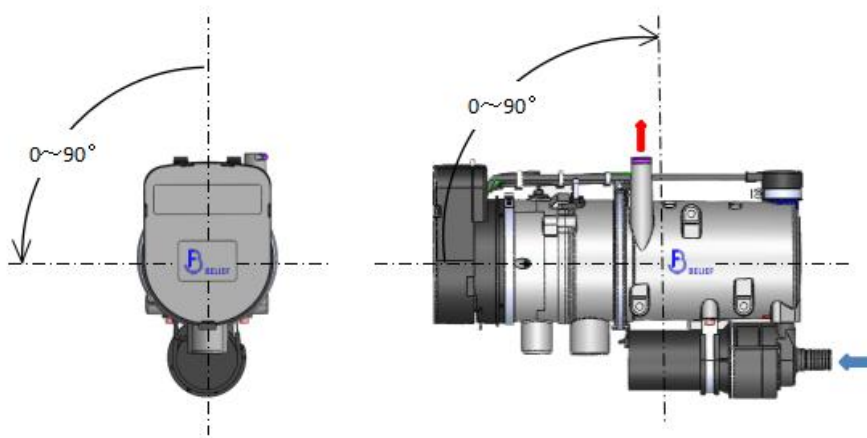

图 2
3. 主机上的水泵端为进水口，主机端为出水口。如图 2 所示。
4. 主机的安装角度。主机的出水口必须高于进水口。如图 2 所示。